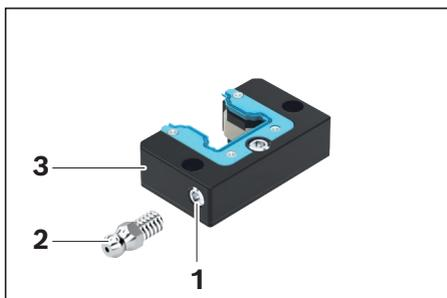
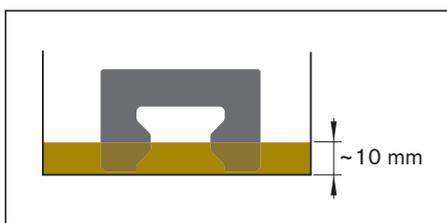

Figura 1
Figura 2
- ▶ Sacar el pasador roscado del taladro de lubricación (figura 1, pos. 1) y guardarlo.
- ▶ Atornillar el engrasador (2)
- ▶ Colocar la unidad de lubricación adicional (3) en posición horizontal, añadir la cantidad de aceite indicada en la tabla 1 y no moverla durante aprox. 36 horas
- ▶ En el caso del tamaño 20 Bajo: Introducir las unidades de lubricación adicional durante aprox. 36 horas en 10 mm de aceite (véase la figura 2)
- ▶ La unidad de lubricación adicional de tamaño 20 Bajo no puede llenarse a través de la conexión de lubricación (véase la figura 2)